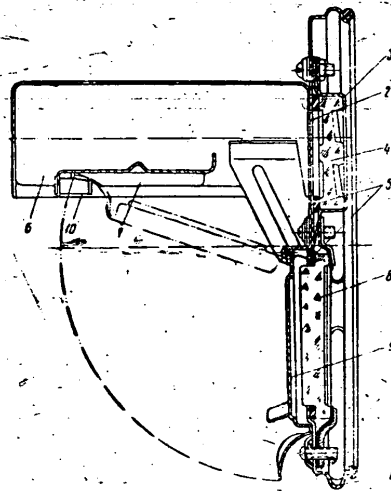

Рис. 1. Светомаскировочная насадка ФГ1-400:
2. Светомаскировочная насадка для фар ФГ1-400 (рис. 1) представляет собой металлический штампованный диск 1 с бортом, фиксирующим выступом в нижней части борта диска (служит для фиксации насадки при ее установке в полуразборном оптическом элементе) и с двумя впадинами на бортике под фиксаторы отражателя (служат для фиксации насадки при ее установке в разборном оптическом элементе). В верхней части диска имеются две щелевидные прорези 2; против прорезей расположена специальная двухрядная линза 4, которая укреплена при помощи коробчатого держателя 3, замаскирована козырьком 6, перегородкой 7 и уплотнена резиновой прокладкой 5.
В нижней части диска установлена вторая линза 8, предназначенная для незатемненного режима (НЗ). Нижняя линза для движения при режимах частичного затемнения (ЧЗ) или полного затемнения (ПЗ) закрывается крышкой 9 (рис. 1 и 2); при передвижении в неугрожаемой зоне крышка поднимается и закрепляется пружинным держателем 10, укрепленным на перегородке 7 козырька (см. рис. 1 и 3). Насадка окрашена черной матовой краской.